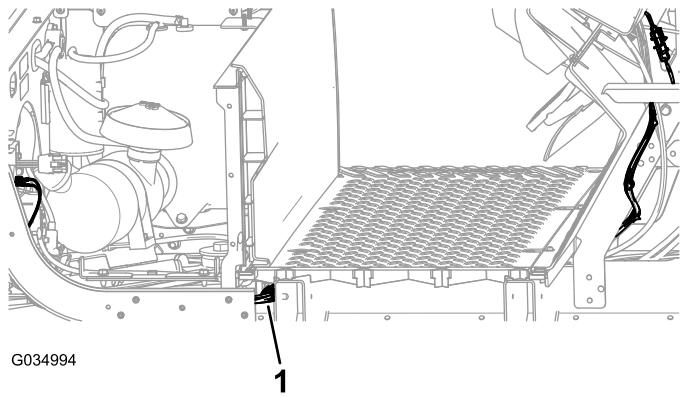

Figure 11
7. À l'aide de ruban de tirage, acheminez le câble d'alimentation des options vers l'avant de la machine, sous le plancher et à travers le tableau de bord, et posez des serre-câbles au besoin (Figure 11).